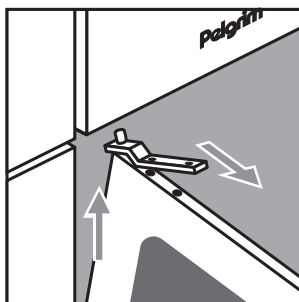

fig. 7a
- Demonteer het bovenscharnier door de 2 schroeven eruit te draaien. Til de deur uit het onderscharnier (zie fig. 7a).